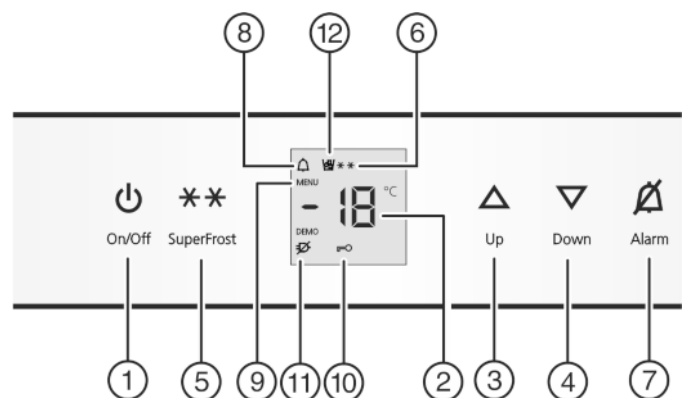

Fig. 2
- Toets On/Off *Fig. 2 (1)* indrukken.
- Instelmodus activeren: toets SuperFrost *Fig. 2 (5)* ca. 5 s indrukken.
- ▷ Het symbool Menu *Fig. 2 (9)* is verlicht.
- Druk kort op de toets SuperFrost *Fig. 2 (5)* om te bevestigen. Als in de display **c1** wordt aangegeven:
- om de kinderbeveiliging in te schakelen, drukt u kort op de toets SuperFrost *Fig. 2 (5)*.
- ▷ Het symbool kinderbeveiliging *Fig. 2 (10)* brandt. Op de display knippert **c**. Als in de display **c0** wordt aangegeven:
- om de kinderbeveiliging uit te schakelen, drukt u kort op de toets SuperFrost *Fig. 2 (5)*.
- ▷ Het symbool Kinderbeveiliging *Fig. 2 (10)* dooft. Op de display knippert **c**.
- Instelmodus deactiveren: toets On/Off *Fig. 2 (1)* indrukken.
- Toets Alarm *Fig. 2 (7)* indrukken.
Tegelijkertijd knipperen de temperatuurdisplay en het symbool Alarm *Fig. 2 (8)*.
Het akoestisch alarm stopt automatisch, het symbool Alarm *Fig. 2 (8)* gaat uit en de temperatuurdisplay houdt op met knipperen, wanneer de temperatuur weer laag genoeg is.
- Temperatuur hoger instellen: insteltoets Up Fig. 2 (3) indrukken.
- Temperatuur lager instellen: insteltoets Down Fig. 2 (4) indrukken.